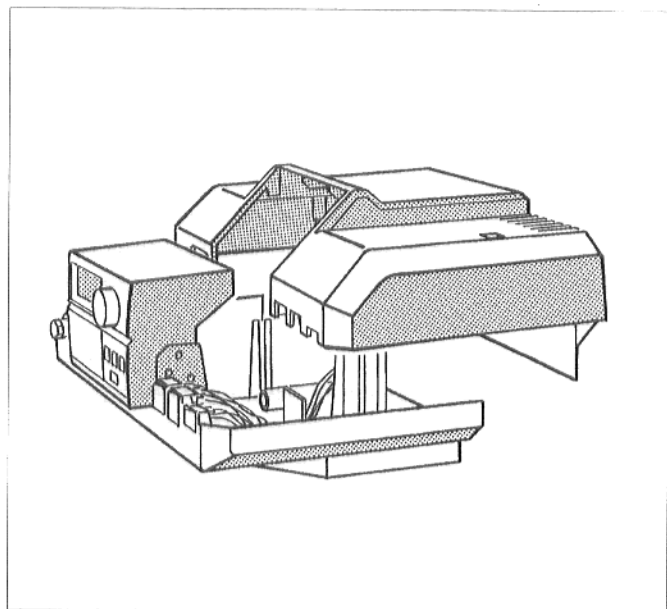

Abb. 17: Klemmenabdeckhaube aufsetzen
- Klemmenabdeckhaube aufsetzen und am Regelgerät festschrauben (Abb. 17).